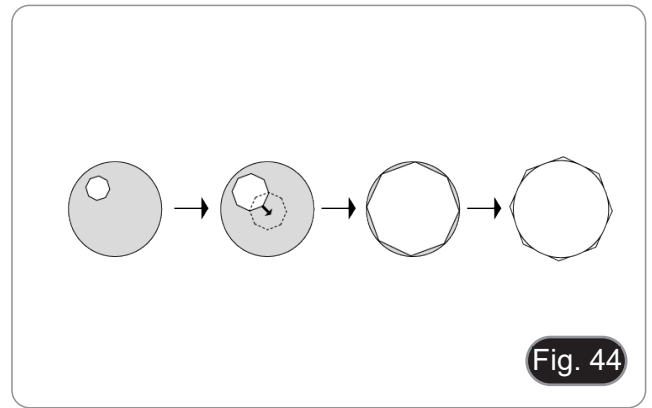

Fig. 44
4. Utilizzando la chiave a brugola in dotazione, utilizzare le due viti di centraggio ④ per portare il punto luminoso al centro del campo visivo.
5. Aprire gradualmente il diaframma. Il diaframma è centrato quando l'immagine del diaframma è simmetrica al campo visivo. (Fig. 44)